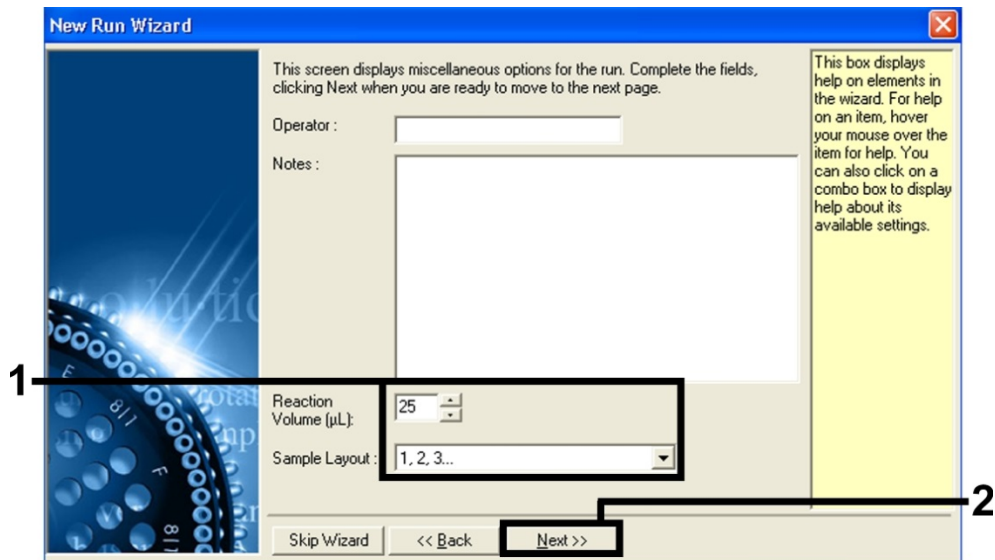

Abbildung 2. Einstellen allgemeiner Assay-Parameter.
8. Wählen Sie als Volumen der PCR-Reaktion **25** und klicken Sie auf **Next** (Abb. 2).